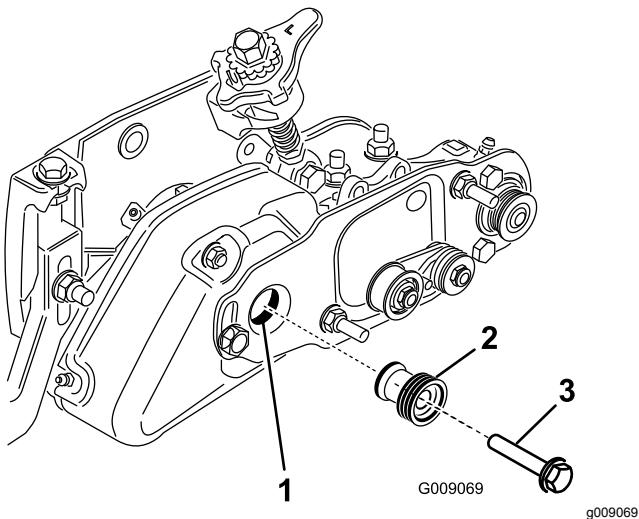

Figura 31
20. Retire el perno que sujetaba la polea del groomer al eje motor (Figura 31).
21. Introduzca la polea motriz del cepillo en la polea motriz del groomer y sobre el eje motor (Figura 31). Asegúrese de que las pestañas de la polea entran en la ranura del eje motor.
22. Sujete la polea motriz al eje con un perno con arandela prensada ($\frac{3}{8}$ " x 2") (Figura 31). **Apriete el perno a entre 47 y 54 N·m.**